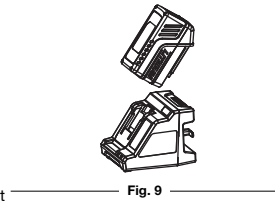

Fig. 9
- Insérez la batterie dans le chargeur (Fig. 9).